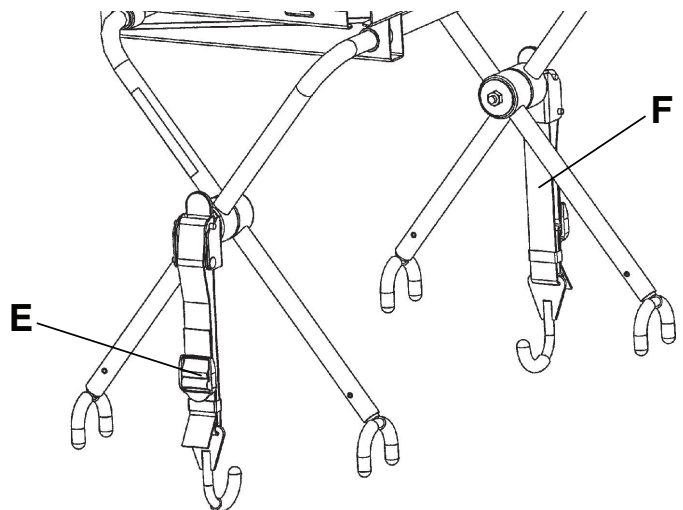

Figur 27 – Placering af låsekrog (model 6506 vist)
- Placér kroglåsen (C) under bærelejets ramme eller fodendebeslaget, og skub tappen (D) opad, indtil den låser på plads på den ene side med et klik (Figur 27). Gentag på den modsatte side. Ved **Power-LOAD** kompatible bærer, hvis aktuelt, skal stropperne forlænges og fæstnes til fodendebeslaget (Figur 28).